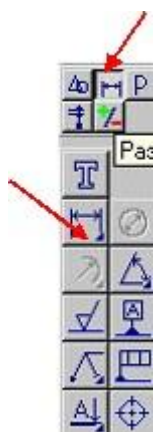
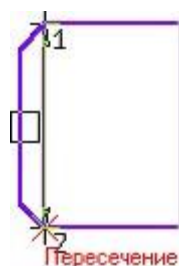

Рис. 9.
Рис. 10.
23. Проставим размеры детали. Включите кнопку **Размеры и технологические обозначения** на панели инструментов ЛКМ (рис. 9)
24. Активизировав кнопку линейный размер (рис. 9), перейдите в поле чертежа и зафиксируйте на детали сначала первую точку ЛКМ, затем вторую, нажав ЛКМ (рис. 10), и вынесите размерную линию на необходимое расстояние от контура детали, по ГОСТу – 7-10 мм от контура детали.